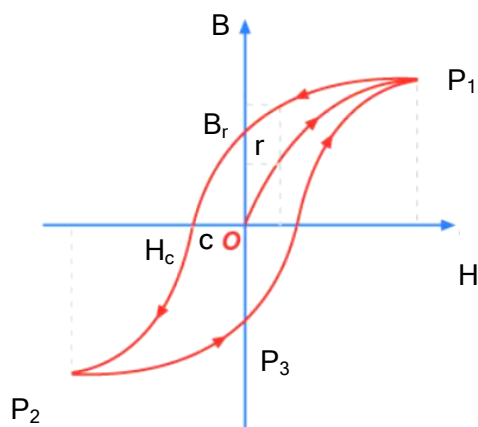

Figura 1: Curva de histerese (indução magnética, B , versus campo aplicado).
Quando um material ferromagnético é submetido a um campo magnético externo, existe um ponto que todos os momentos magnéticos do material estão alinhados ao campo externo, conhecido como magnetização de saturação. Após ter atingido a saturação, um aumento posterior do campo magnético não produz mais nenhum aumento da magnetização M . Quando o campo magnético é reduzido a zero, alguma magnetização persiste. Esse efeito é denominado de histerese; a magnetização e a desmagnetização de um material que possui histerese produzem perda de energia (área interna da curva de histerese) e a temperatura do material aumenta durante o processo. A curva de histerese é própria para cada material e pode ser vista na Figura 1 a seguir.
2. Nos dois gráficos, determine a magnetização residual (B_r) e o campo coercitivo (H_c), indicados na Figura 1, através da média aritmética ($B_r = \frac{B_{r+} + |B_{r-}|}{2}$, $H_c = \frac{H_{c+} + |H_{c-}|}{2}$). Caso seja necessário, pode-se usar o método da interpolação linear para determinar B_{r+} , B_{r-} , H_{c+} , H_{c-} .
4. Faça dois gráficos de B (mT) versus H (kA/m) para cada um dos núcleos (sólido e laminar) da parte positiva da indução magnética (B) e partir deles calcule a energia perdida E_{perd} (J/m^3) no processo de magnetização e desmagnetização;